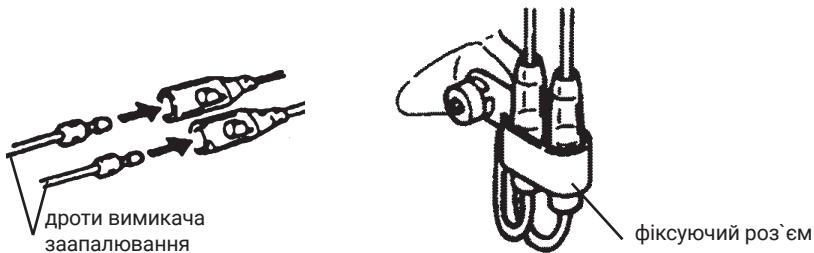

Рисунок 10. Схема під'єднання дротів вимикача запалювання.
10.2 Вимикач запалювання має бути виробником під'єднаний проводом до системи запалювання двигуна. Перевірити роз'єми (рис. 10) на наявність стику.